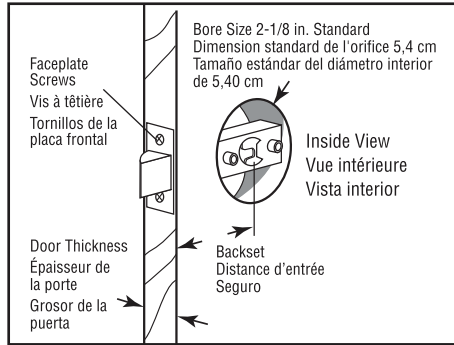
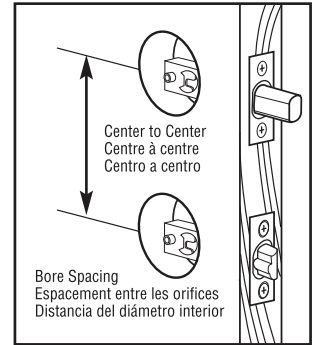

Fig. 1A
Fig. 1B
**Step 1:** Check to be sure this unit matches the backset, door thickness and bore size for your installation. (Fig 1A) For combination deadlatch and deadbolt models, check bore spacing, center to center. (Fig 1B)
**Étape 1 :** Vérifiez que cet article convient à la distance d'entrée, à l'épaisseur de la porte et à la dimension des orifices (Fig. 1A). Pour les modèles à pêne demi-tour à cran d'arrêt ou à pêne dormant à actionnement combiné, vérifiez l'espacement des orifices de centre à centre (Fig. 1B).
**Paso 1:** Asegúrese de que esta unidad coincida con el seguro, el grosor de la puerta y el tamaño del diámetro interior para su instalación (Fig. 1A). Para instalar los modelos de aldabas y cerraduras con pestillo, revise la distancia entre estos aditamentos y el diámetro interior, de centro a centro (Fig. 1B).